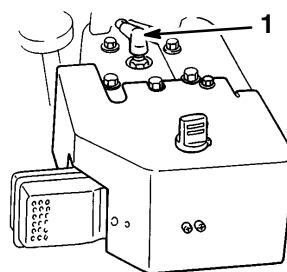

Abbildung 29
2. Den Zündkerzenstecker von der Kerze abziehen (Abb. 29) und die Kerze aus dem Zylinderkopf nehmen.
6. Den Zündkerzenstecker wieder auf die Zündkerze aufstecken (Abb. 29).